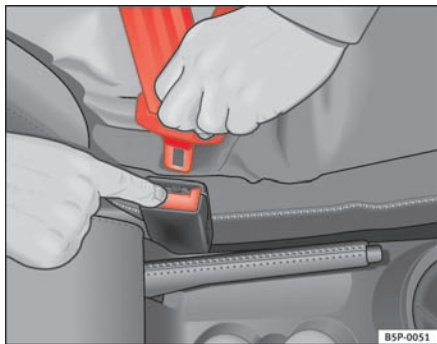

Fig. 15 Sådan frigør du låsetappen fra seletåsen.
- Tryk på den røde knap på seletåsen ⇒ fig. 15. Låsetappen løsnes og springer op ⇒ ⚠.